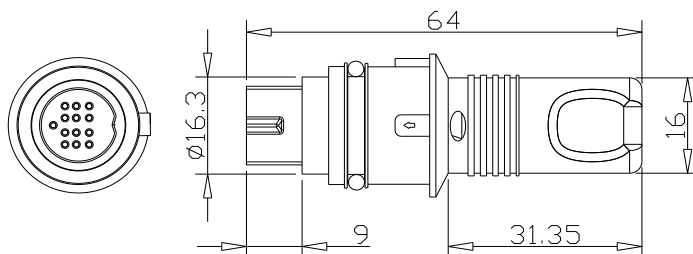

Рисунок 10: Терминатор DMX
- См. Рисунок 10, Когда все группы светильников подключены должным образом, следует подсоединить устанавливаемый на кабель 13-контактный штыревой терминатор DIN DMX Martin (P/N 91611336) к выводу DMX последнего устройства каждой отдельной цепочки приборов.